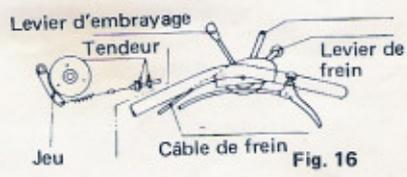

Fig. 16
##### (6) Réglage du frein (fig. 16)